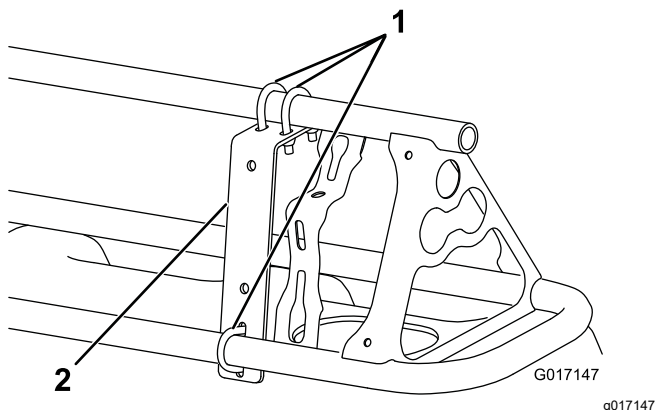
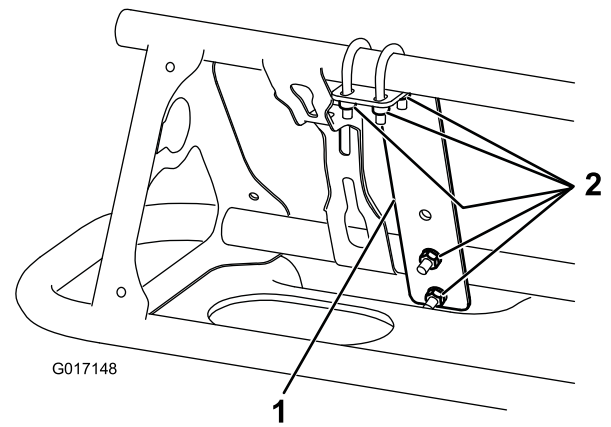

Bild 15
Bild 16
1. Befestigen Sie eine Befestigungshalterung mit drei U-Bügeln und sechs Sicherungsmuttern (1/4") vorne an jedem Ausleger in der Nähe der äußeren Düse (Bild 15 und Bild 16).